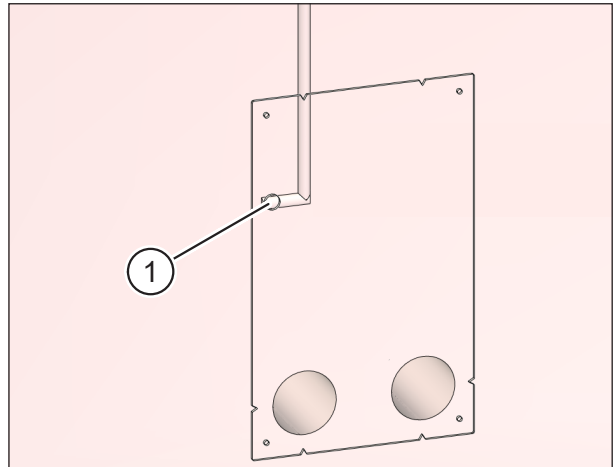

Fig. 19: Executarea canelurilor în perete pentru cablurile de rețea și de control
- ▶ Executați o canelură pentru cablurile de alimentare și control începând cu trecerea pentru cabluri (elementul 1 în Fig. 19).